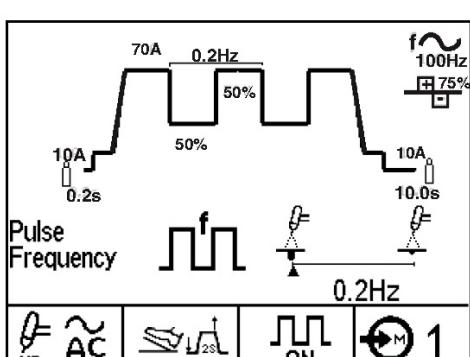

Figure B.4c
- Pulse TIG (voir Figure B.4c)
2. **L'affichage des paramètres** montre que le symbol du paramètre ainsi que sa valeur sont affichés. Pour changer la valeur, tourner l'encodeur. Certains paramètres comme la fréquence AC ont un symbol qui montre l'effet dans l'arc de soudage en fonction de la valeur préréglé. Lorsque ces paramètres sont ajustés, le symbol bouge pour montrer l'effet du paramètres. La figure B.4c montre en exemple l'affichage de l'effet du réglage de la fréquence de pulsation. Voir en tableau B.1, la liste des symbols.